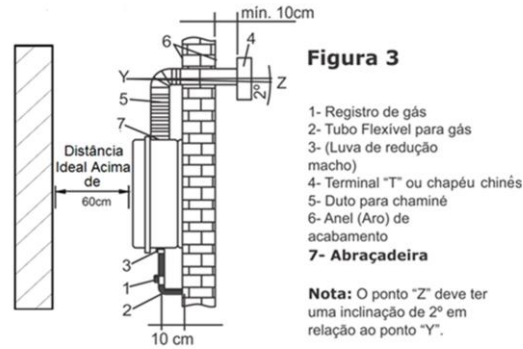

Figura 3
- Utilizar duto de chaminé individual de 60 ou 80 mm (neste último com adaptador) resistente a corrosão, obrigatório o uso de abraçadeira. (Figura 3)